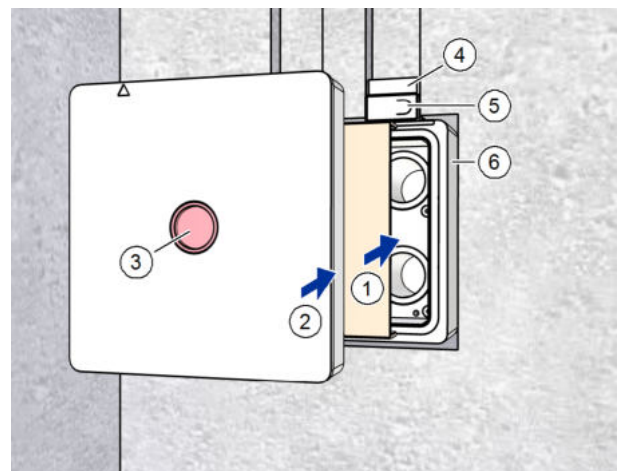

Abb. 15: Kartoneinlage und Putzschutzdeckel einsetzen
- ▶ Setzen Sie die Kartoneinlage (Pos. 1 in Abb. 15) in den Mauerkasten (Pos. 6 in Abb. 15) ein.
- ▶ Setzen Sie den Putzschutzdeckel (Pos. 2 in Abb. 15) in den Mauerkasten (Pos. 6 in Abb. 15) bis zum Anschlag ein.
- ▶ Kontrollieren Sie, dass der rote Signaldeckel (Pos. 3 in Abb. 15) im Putzschutzdeckel sitzt.
- ▶ Kontrollieren Sie, dass die Putzschutzdeckel (Pos. 5 in Abb. 15) in den 90°-Winkeln (Pos. 4 in Abb. 15) sitzen.